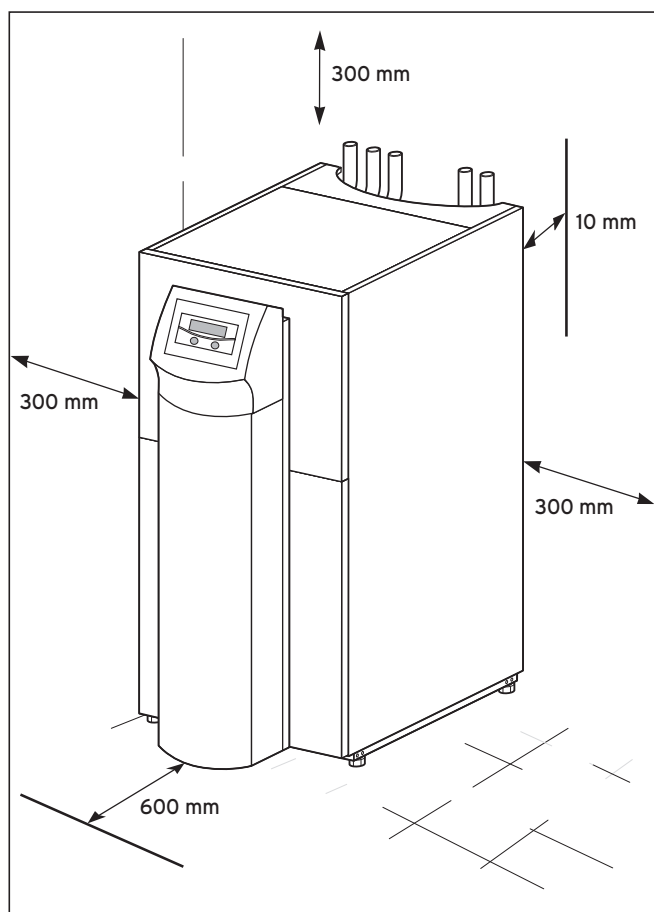

Fig. 4.2 Dimensioni minime per l'installazione della pompa di calore
- Durante l'installazione della pompa di calore fare attenzione a rispettare le distanze minime dalle pareti (vedere fig. 4.2).